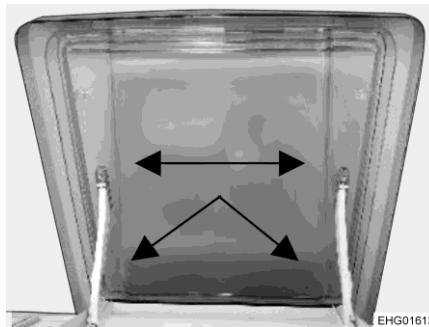

Bild 133 Taklucka VisionStar
- Takluckan kan tas bort för rengöring. Ta försiktigt bort plastplintarna (Bild 133, pilar).